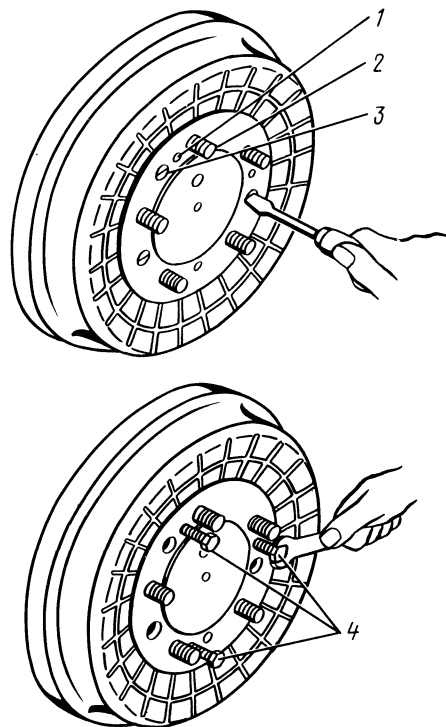

Рис. 185. Снятие тормозного барабана с полуоси:
5. Выверните три винта 3 (рис. 185) и снимите барабан с фланца полуоси. Если барабан сидит туго, то вверните в резьбовые отверстия три болта М8 и, поочередно вращая их, снимите барабан.